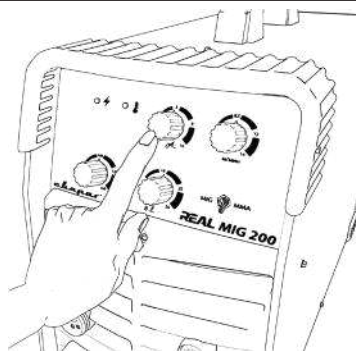

Рис. 9.19. Регуляторы параметров сварки.
16. Выставьте необходимые параметры сварки (См. таблицу 10.10 и рис. 9.19).